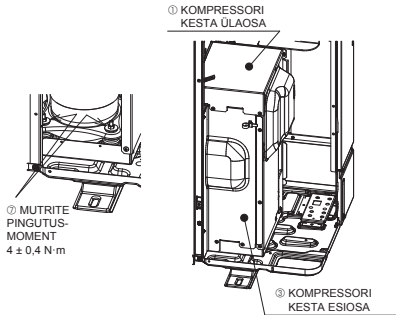

Fig. 4-2
- Pärast KOMPRESSORI fikseeritud osade eemaldamist pingutage kindlasti mutreid ning pange KOMPRESSORI KESTA ULAOSA ja KOMPRESSORI KESTA ESIOOSA tagasi. (Fig. 4-2)